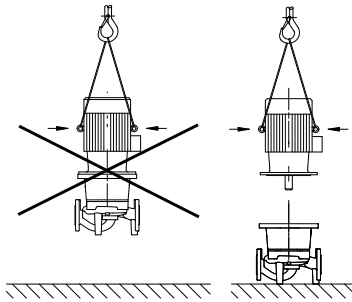

Fig. 33: Variklio transportavimas
- Variklio transportavimo kilpos skirtos tik variklio, o ne viso siurblio transportavimui (Fig. 33).